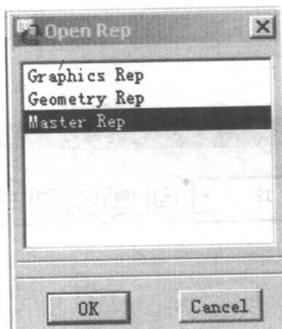

图 2-8
3. 若选取打开文件对话框中的 Open Rep 按钮，系统将自动弹出如图 2-8 所示的对话框。每一选项的含义分别为：